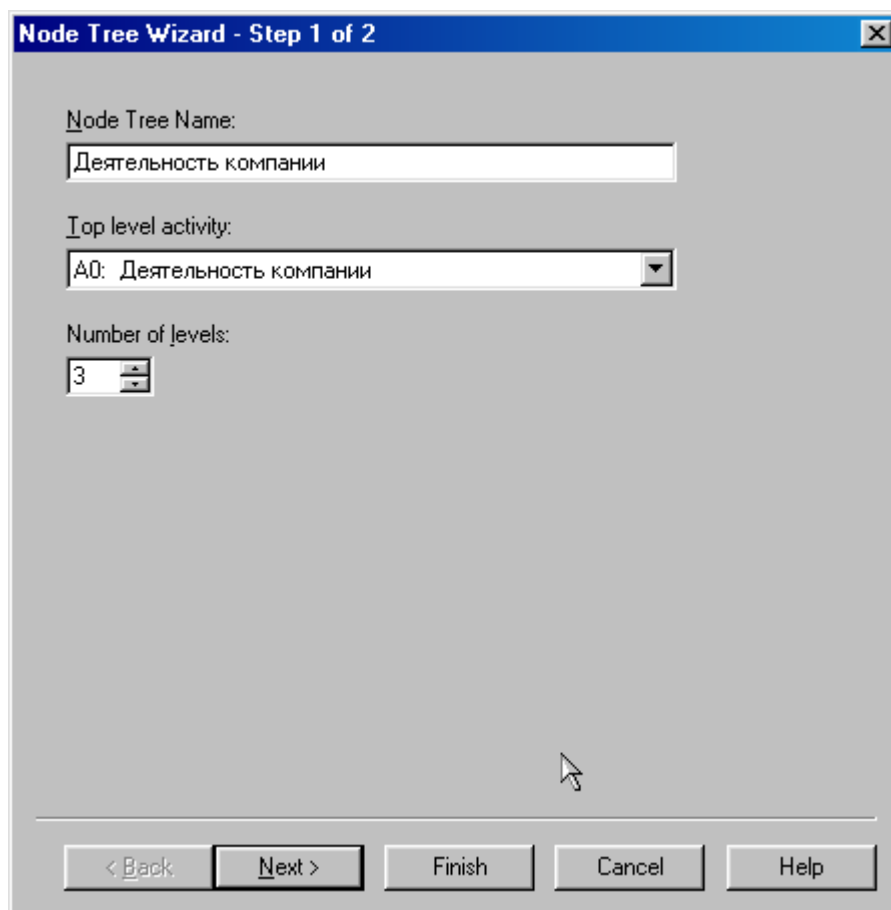

Рисунок 4.2 – Первое диалоговое окно гида **Node Tree Wizard**
- 2 В первом диалоговом окне гида **Node Tree Wizard** внесите имя диаграммы, укажите диаграмму корня дерева и количество уровней (рисунок 4.2).